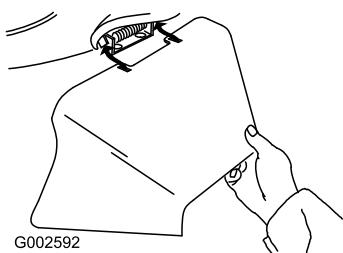

Figure 34
- Montez l'éjecteur latéral et rabattez le volet sur l'éjecteur (Figure 34).